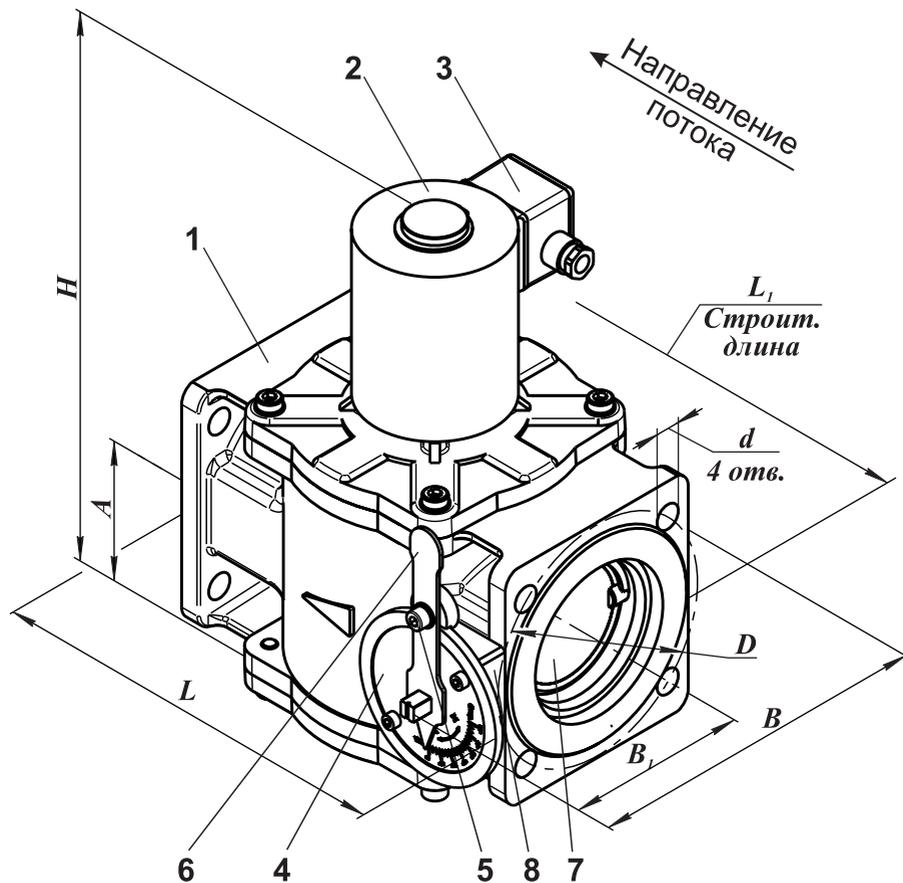
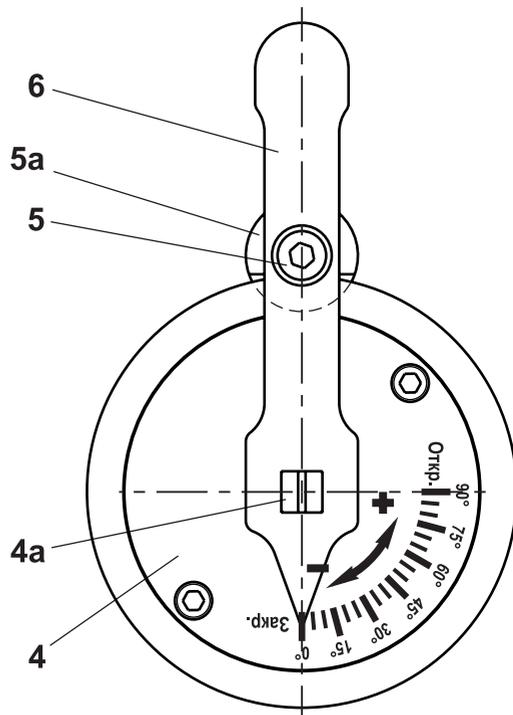

Рис. 1
Рис. 8
2.1 Клапан (см. рис. 1) состоит из следующих основных узлов и деталей:
4.3.2 Подвод электропитания к клапану осуществляется с помощью клеммной коробки 4, закрепленной на корпусе электромагнитной катушки 3 (рис. 1).
4.4.2 Регулирование расхода количества проходящего газа через клапан осуществляется путем поворота ручки управления 6 (рис. 1). Ручка управления 6 установлена на квадратный конец вала 4а (рис. 8).